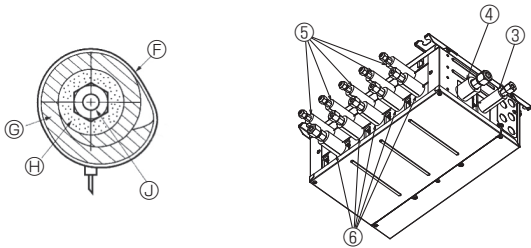
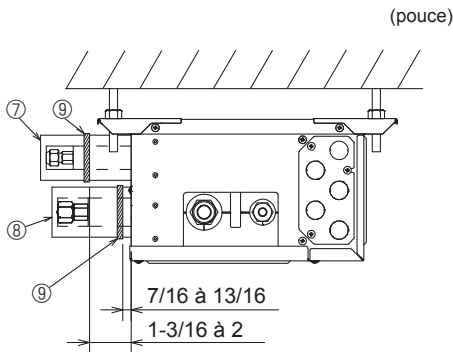

Fig. 7-4
Fig. 7-5
- Isolez les tuyaux de liquide et de gaz du boîtier de dérivation en appliquant de la mousse polyéthylène résistante à la chaleur tout autour. (Fig. 7-4)
- (5) Appuyez les cache-tuyaux ③ et ⑤ sur les tuyaux de liquide contre l'appareil et enrroulez-les pour les maintenir en place. (Fig. 7-4)
- (6) Appuyez les cache-tuyaux ④ et ⑥ sur les tuyaux de gaz contre l'appareil et enrroulez-les pour les maintenir en place. (Fig. 7-4)
- (7) Fixez les sangles fournies ⑨ à 7/16-13/16 pouces (10 à 20 mm) de chaque extrémité des cache-tuyaux (③④⑤⑥).
- (8) Si l'appareil intérieur n'est pas raccordé, raccordez les cache-tuyaux (avec les bouchons, ⑦ et ⑧) sur les branchements des tuyaux de réfrigérant du boîtier de dérivation contre l'appareil afin d'éviter un écoulement de condensation des tuyaux. (Fig. 7-5)
- (9) Fixez les cache-tuyaux (⑦⑧) à l'aide des sangles fournies ⑨.
- ⑨ Sangle (3.1. Accessoire n° ⑨)
- ③ Cache-tuyaux (3.1. Accessoire n° ③④⑤⑥)
- ⑦ Isolant thermique pour tuyau de réfrigérant
- ① Tuyau de réfrigérant
7.2. Gestion des orifices de raccordements qui ne sont pas raccordés à l'appareil extérieur (Fig. 7-5)